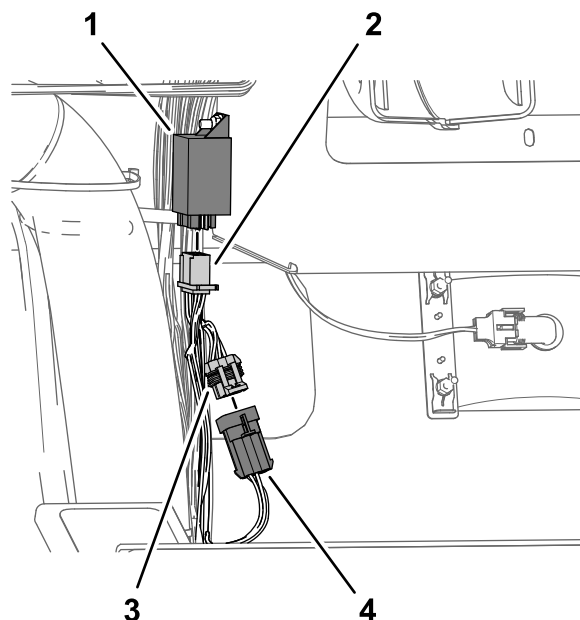

Figura 22
3. Modulo lampeggiatore (CE)
5. Collegate il connettore a 6 prese del cablaggio preassemblato del kit al modulo lampeggiatore CE (Figura 22).
1. Modulo lampeggiatore (CE)
6. Collegate il connettore a 6 pin del cablaggio preassemblato della macchina al connettore a 6 pin del cablaggio preassemblato del kit indicato come AL CABLAGGIO PRINCIPALE (Figura 22).